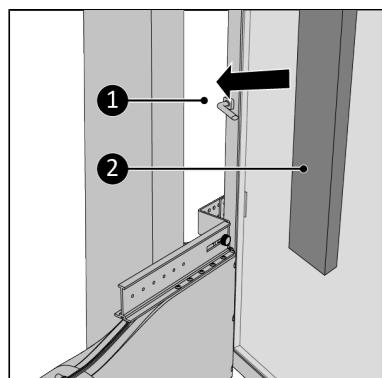

Abbildung 145.
17. Füllen Sie die Freiräume (Abbildung 145, Pos. 1) mit dem gelieferten Isolierschaum (Abbildung 145, Pos. 2) auf, schneiden Sie den Schaum ab, falls notwendig*.